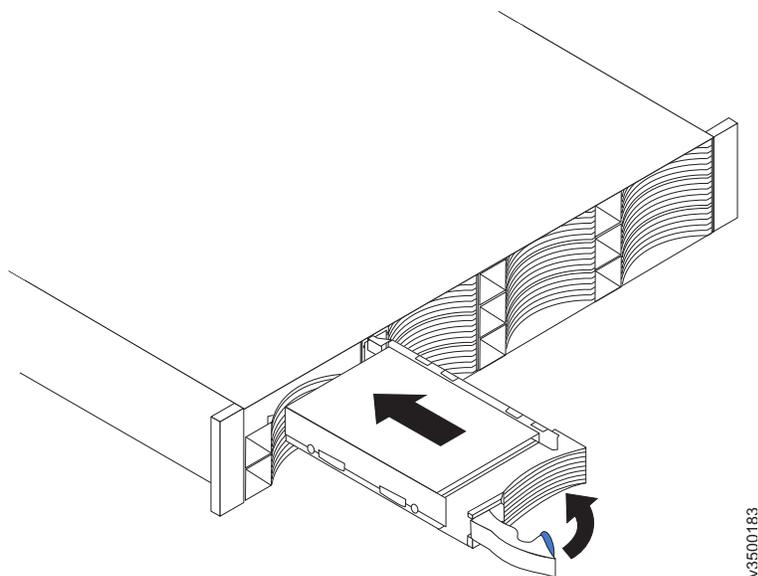

Figura 95. Instalando e bloqueando uma unidade de 3,5 polegadas em seu slot
14. Alinhe o conjunto de unidades com os trilhos da guia no compartimento (consulte Figura 95 na página 345).